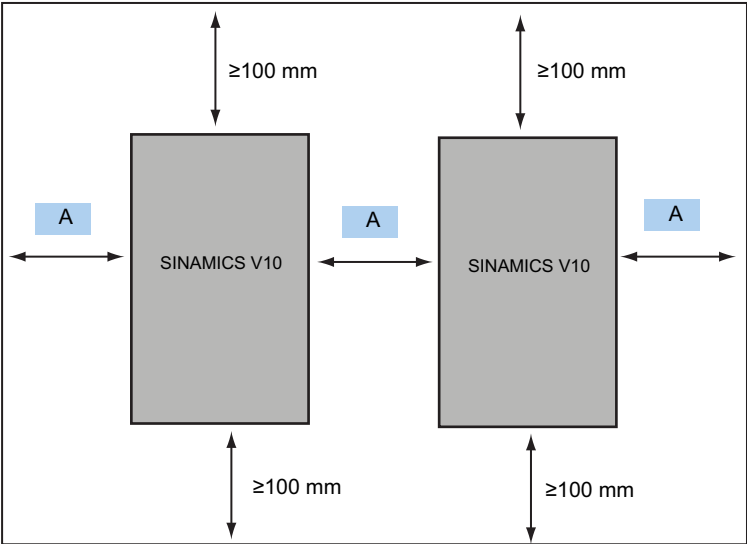

图 5-3 变频器安装间距
- 变频器之间的间距至少为 A（见图 5-3 和表 5-1）。